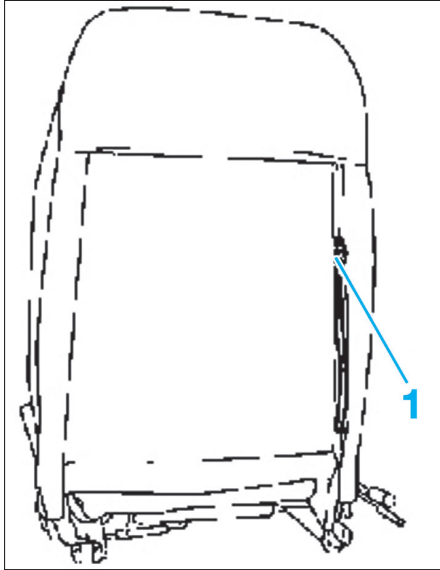

Fig. 8
- Détacher partiellement le revêtement (1) du dossier de siège avant (Fig.8).